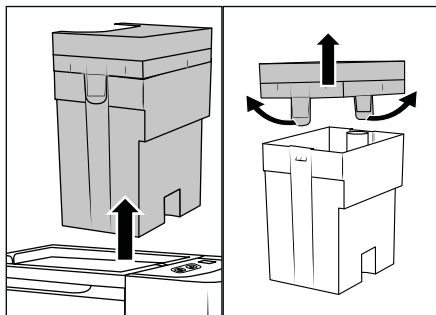

Fig. 7
- ◆ Agarre o reservatório de água suja 7  pela pega da tampa 3 e puxe-o para cima, para o retirar do aparelho (ver fig. 7).
- ◆ Puxe ligeiramente para fora as duas patilhas de fixação e retire a tampa 3 (ver fig. 7).